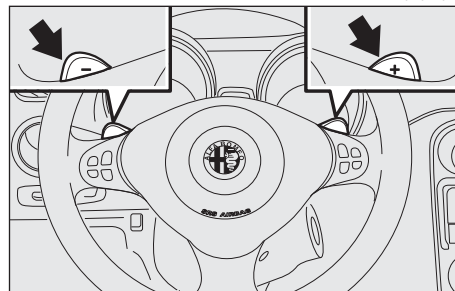

fig. 131
- le leve al volante (**fig. 131**), azionabili solamente quando la velocità della vettura è superiore ai 0,5 km/h.